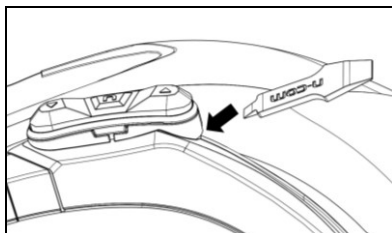

Fig. 26
- Enlevez le clavier de la calotte en faisant levier comme cela est indiqué (Fig. 26).